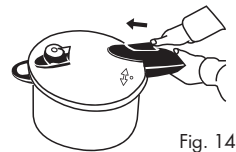

Fig. 14
a) Deslice el pestillo hacia el centro de la tapa (Fig. 14).